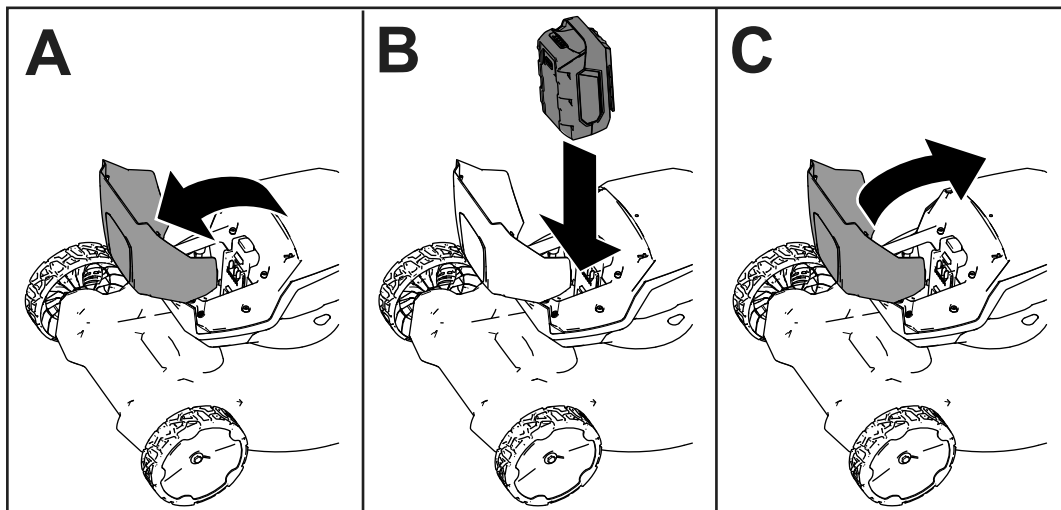

Figura 7
2. Levante la tapa del compartimento de la batería (Figura 7, A).
3. Alinee el hueco de la batería con la lengüeta de la máquina, e introduzca la batería en el compartimento hasta que se enganche en su sitio (Figura 7, B).
4. Cierre la tapa del compartimento de la batería (Figura 7, C).